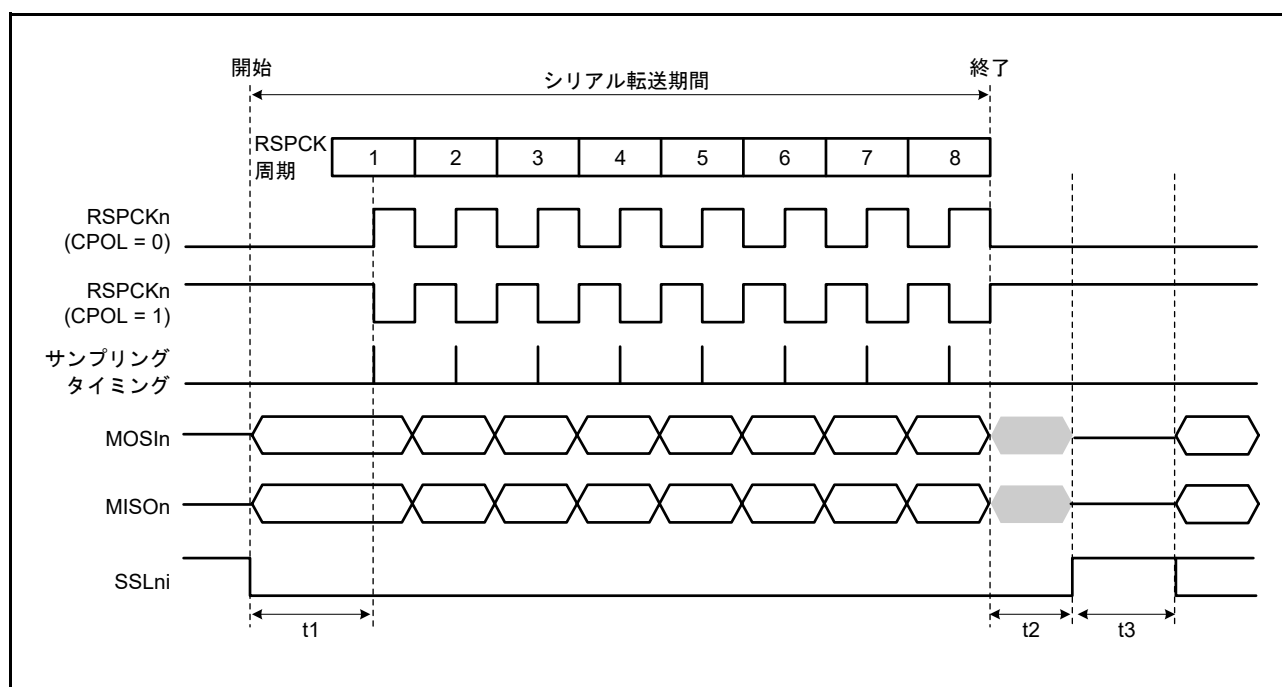
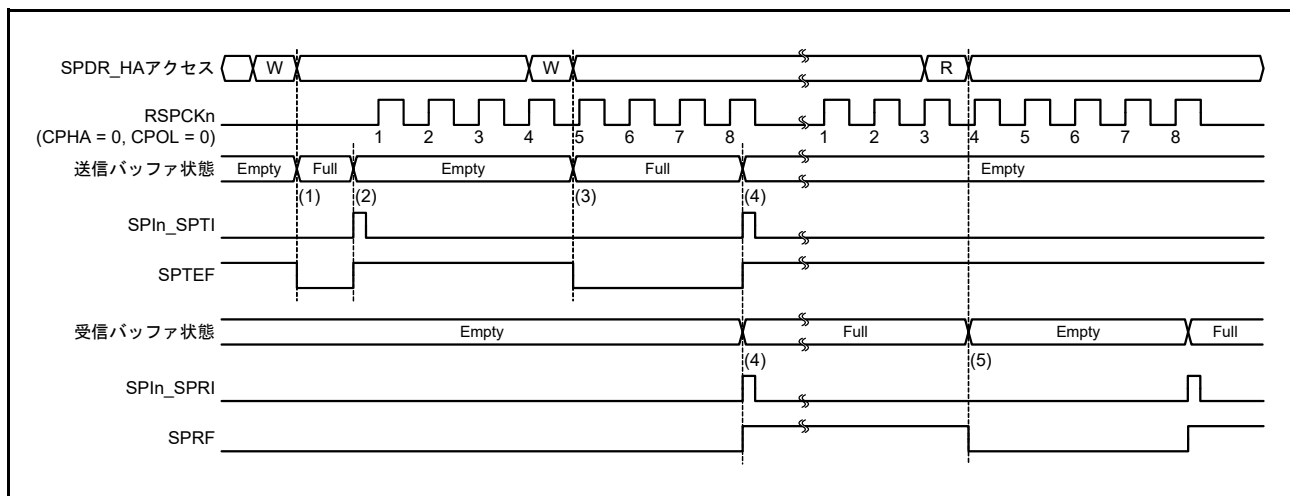
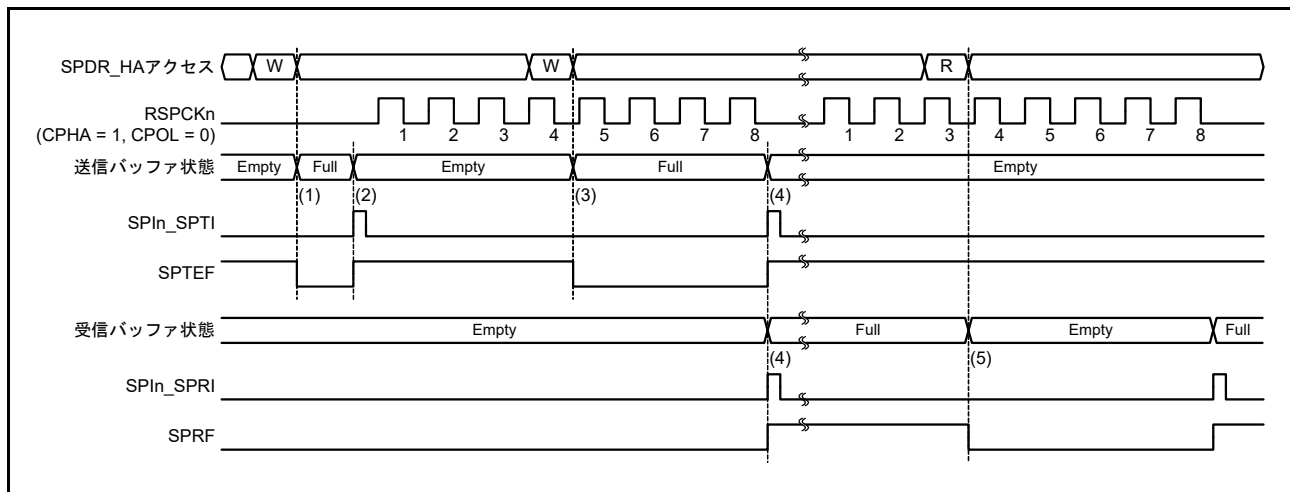

図 32.26 SPI 転送フォーマット (CPHA ビット = 0)
図 32.30 SPIn_SPTI、SPIn_SPRI 割り込みの動作例 (CPHA = 0、CPOL = 0)
図 32.31 SPIn_SPTI、SPIn_SPRI 割り込みの動作例 (CPHA = 1、CPOL = 0)
図 32.26 に SPCMDm.CPHA ビットが 0 の場合に、8 ビットのデータをシリアル転送した場合の転送フォーマット例を示します。SPI がスレーブモード (SPCR.MSTR=0) で、CPHA ビットが 0 の場合、クロック同期式動作 (SPCR.SPMS ビット=1) は行わないでください。図 32.26 において、RSPCKn (CPOL = 0) は SPCMDm.CPOL ビットが 0 の場合、RSPCKn (CPOL = 1) は SPCMDm.CPOL ビットが 1 の場合の RSPCKn 信号波形です。サンプリングタイミングは、SPI がシフトレジスタにシリアル転送データを取り込むタイミングを表します。各信号の入出力方向は、SPI の設定に依存します。詳細は、32.3.2 SPI 端子の制御を参照してください。
図 32.30 および図 32.31 に、送信バッファエンプティ割り込み (SPIn_SPTI) と受信バッファフル割り込み (SPIn_SPRI) の動作例を示します。これらの図に記載のレジスタアクセスは、SPDR_HA レジスタへのアクセス状況を示しています。“W”はライトサイクル、“R”はリードサイクルを示しています。図 32.26 では、SPI0 の場合は SPCR.TXMD ビットが 0、SPDCR.SPFC[1:0] ビットが 00b、SPCMDm.CPHA ビットが 0、SPCMDm.CPOL ビットが 0 の設定で、SPI1 の場合は SPCR.TXMD ビットが 0、SPCMD0.CPHA ビットが 0、SPCMD0.CPOL ビットが 0 の設定で、SPI が 8 ビットのシリアル転送を実行しています。
以下に、図 32.31 の (1) ～ (5) での SPI の動作内容を説明します。
- (1) SPDR_HA レジスタの送信バッファが空の (次転送のデータがセットされていない) 状態で、SPDR_HA レジスタに送信データを書き込むと、SPI は送信バッファにデータを書き込み、SPSR.SPTEF フラグを 0 にクリアします。
- (2) シフトレジスタが空の場合には、SPI は送信バッファのデータをシフトレジスタにコピーして送信バッファエンプティ割り込み要求 (SPIn_SPTI) を発生させ、SPSR.SPTEF フラグを 1 にします。なお、シリアル転送の開始方法は、SPI のモードに依存します。詳細は、32.3.10 SPI 動作および 32.3.11 クロック同期式動作を参照してください。
- (3) 送信バッファエンプティ割り込みルーチン、または SPTEF フラグによる送信バッファエンプティの処理で SPDR_HA レジスタに送信データを書き込むと、SPI は送信バッファにデータを書き込み、SPTEF フラグを 0 にクリアします。シフトレジスタにはシリアル転送中のデータが格納されているため、SPI は送信バッファのデータをシフトレジスタにコピーしません。
- (4) SPDR_HA レジスタの受信バッファが空の状態ではシリアル転送が終了すると、SPI はシフトレジスタの受信データを受信バッファにコピーし、受信バッファフル割り込み要求 (SPIn_SPRI) を発生させ、SPRF フラグを 1 にします。また、シリアル転送が終了するとシフトレジスタが空になるため、シリアル転送が終了する前に送信バッファがフルであった場合には、SPI が SPTEF フラグを 1 にし、送信バッファのデータをシフトレジスタにコピーします。なお、オーバーランエラー発生状態で、シフトレジスタから受信バッファへ受信データをコピーしなかった場合でも、シリアル転送が終了すると SPI はシフトレジスタが空であると判断し、送信バッファからシフトレジスタへのデータ転送が可能な状態になります。
- (5) 受信バッファフル割り込みルーチン、または SPRF フラグによる受信バッファフル割り込みの処理で SPDR_HA レジスタを読み出すと、受信データが読み出せます。